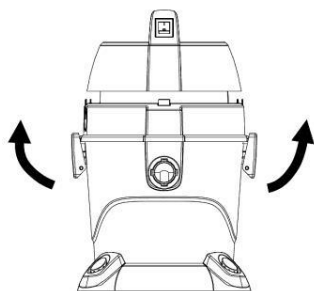

Fig.1
**Etape 1 :** Libérez les attaches et retirez le corps principal (Fig. 1).